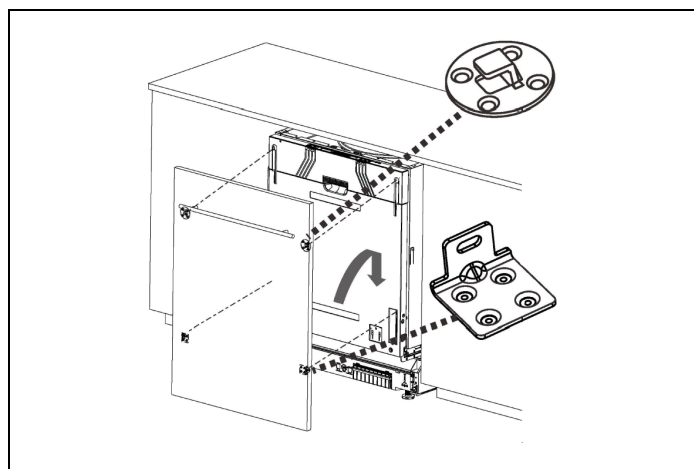
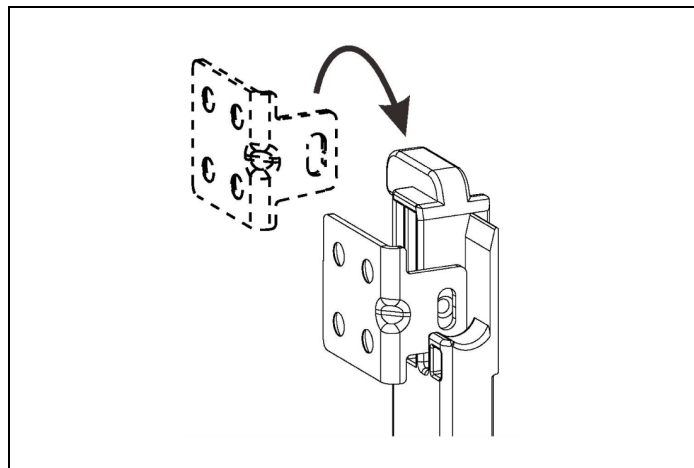

Fig. 16
Fig. 17
- 2) Fastgør kroen på det tilpassede lågepanel, og sæt den ind i åbningen på opvaskemaskinens yderlåge (Fig. 16 , Fig. 17).